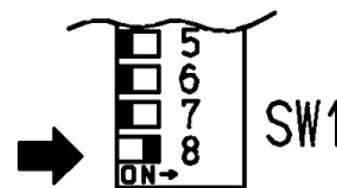

Fig. 3
9. Spostare l'interruttore nr.8 della bancata SW1 in posizione 'ON' (Fig.3).